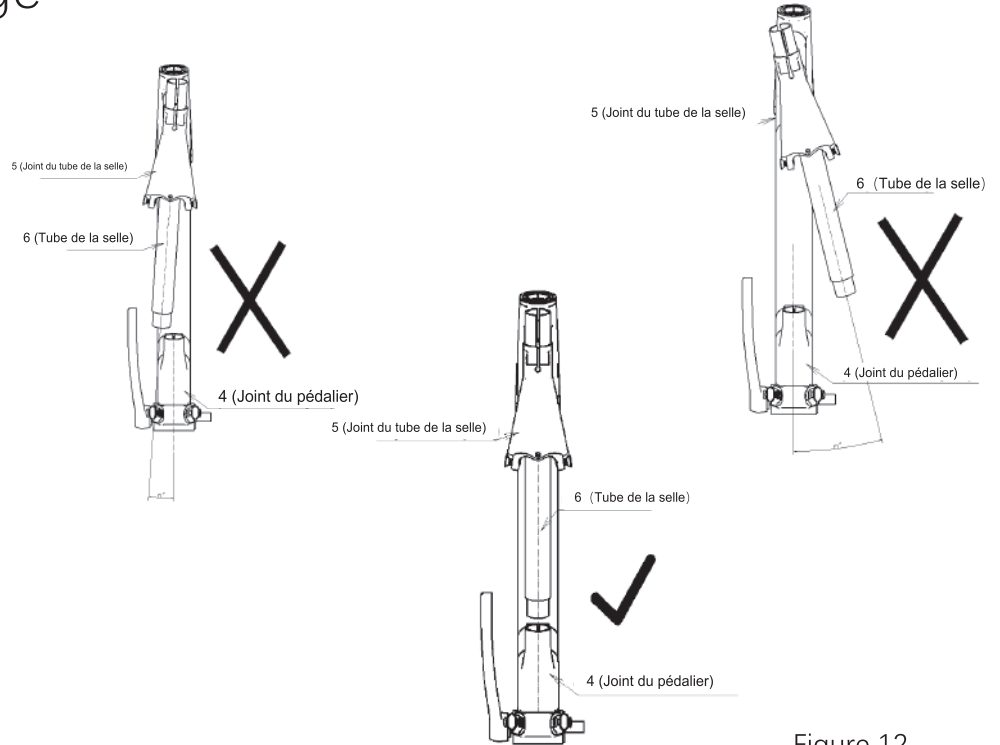

Figure 12.
a. Regardez le cadre de l'arrière et ajustez l'angle de la pièce 6 et de la pièce 4 pour qu'elles soient alignées, comme le montre la Figure 12.